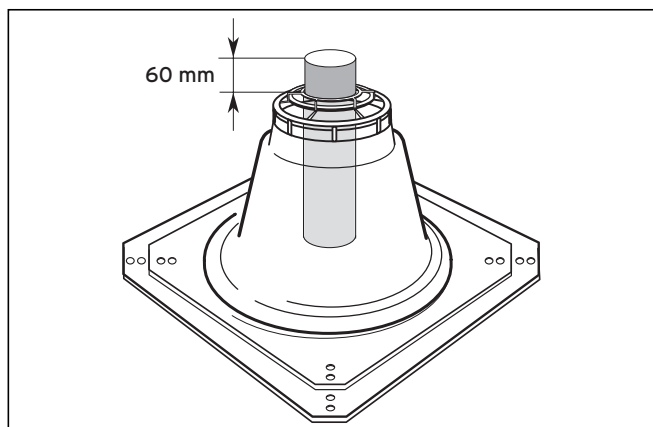

Abb. 4.17 Länge des oberen Abgasrohrs
- Bei Bedarf können Sie den Fuß des Schachtaufsatzes (2) verkleinern (den Rand absägen).
- Befestigen Sie den Fuß des Schachtaufsatzes (2) mit vier Schrauben auf dem Mündungsrand.
- Kontrolle: Über dem Fuß des Schachtaufsatzes müssen 60 mm überstehen (siehe Abb. 4.17).
- Klemmen Sie die Haube des Schachtaufsatzes (1) über das obere Ende der starren Abgasleitung und drücken Sie sie fest auf.